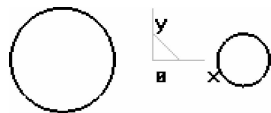

图 3-72 绘制整圆
解 (1) 在树管理器中拾取“平面 XY”,单击  按钮,进入草图绘制状态。单击  按钮,在立即菜单中选择“圆心_半径”方式,按回车键,根据状态栏提示输入圆心(70,0,0),输入半径“20”,右击确认,完成对圆的绘制。用同样的方法输入圆心(-70,0,0),输入半径“40”,右击确认,完成对另一个圆的绘制。作图结果如图 3-72 所示。